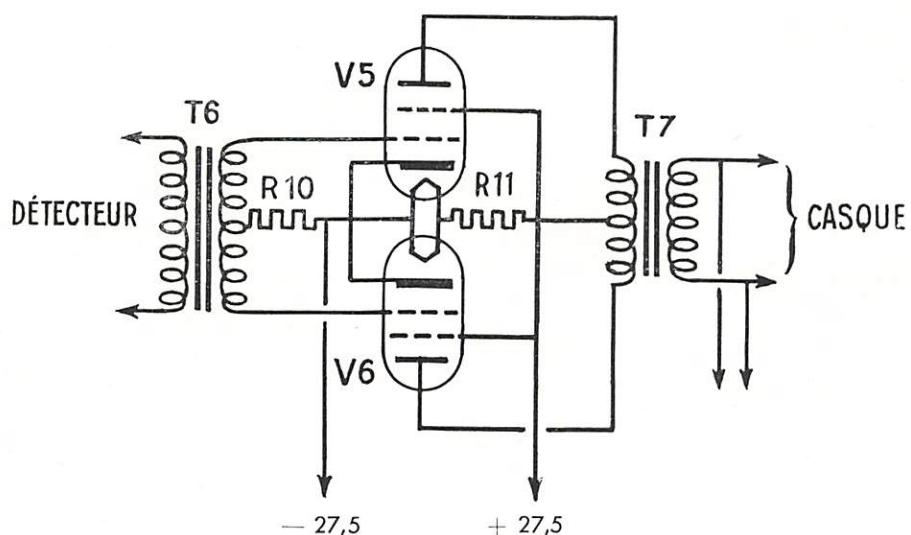

Fig. 5. — Amplificateur B F de sortie.
#### 5.5. AMPLIFICATEUR BF DE SORTIE (Fig. 5).
**Nota.** — La capacité C 20 n'est pas représentée sur la fig. 5 (voir schéma général, planche IV).